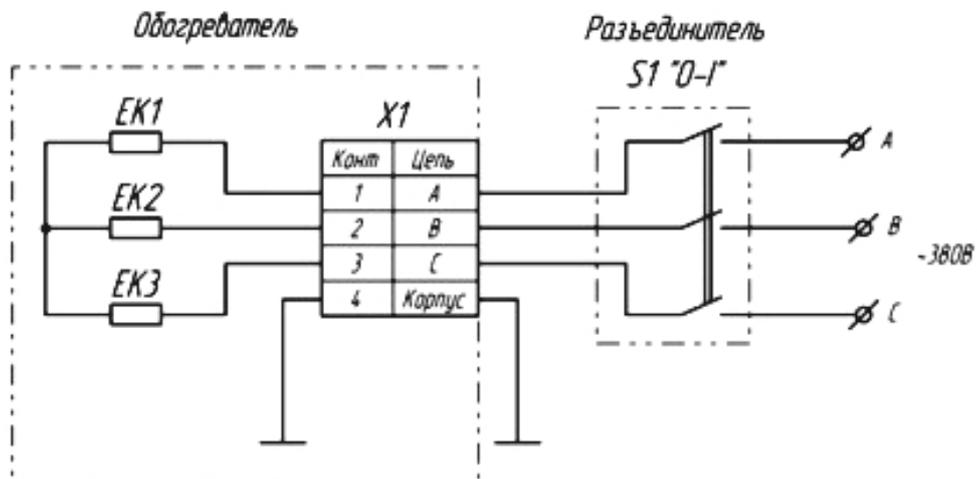

Рис. 6
4.4. Минимальные расстояния при установке приведены на рис. 6 и 7.